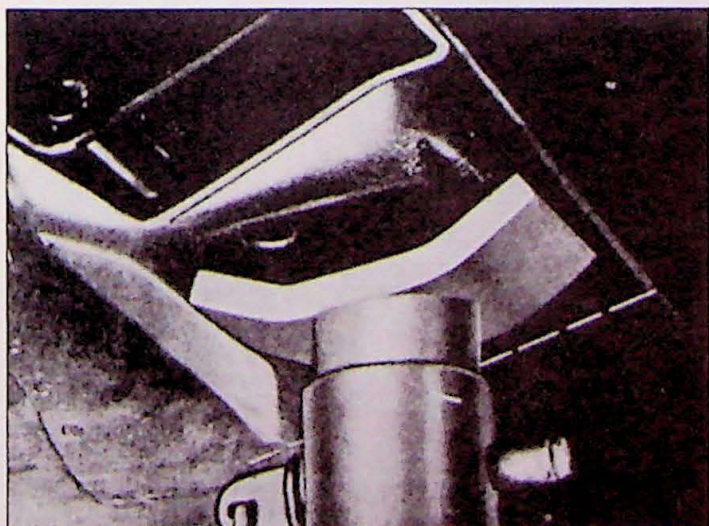

Fig. 2.1. Plaatsing van assteun 140 serie
10. Zet de auto op vier steunen (voor de 140 serie onder de voorste kriksteunen en vlak voor de achterste kriksteunen (Fig. 2.1).